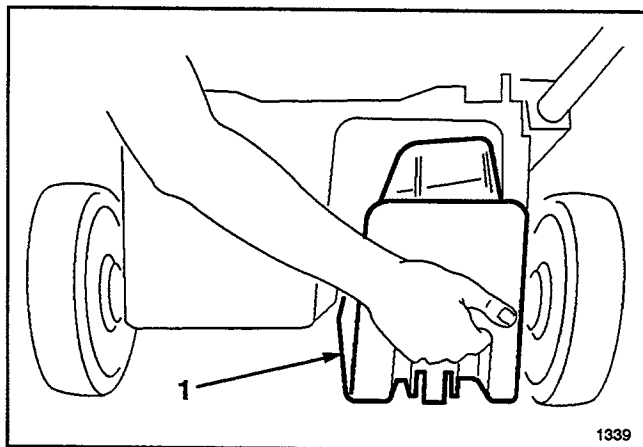

Figure 14
2. Soulever le volet d'éjection et insérer l'obturateur dans l'ouverture d'éjection (Fig. 14).